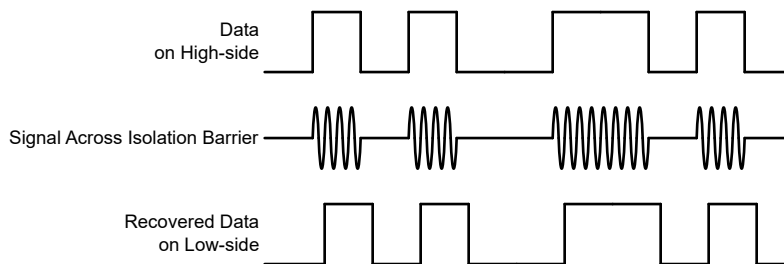

图 7-4. 基于 OOK 的调制方案
AMC22C11 使用开关键控 (OOK) 调制方案 ( 如图 7-4 所示 ) , 跨过基于  $\text{SiO}_2$  的隔离栅来传输比较器输出状态。功能方框图 所示发送驱动器 (TX) 跨过隔离栅发送一个内部生成的高频载波来表示数字一, 不发送信号则指示数字零。